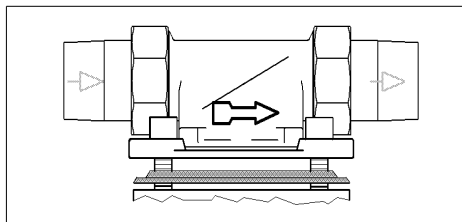

Fig. 1 : Bride rotative de montage
- Sens d'écoulement (cf. fig. 1)